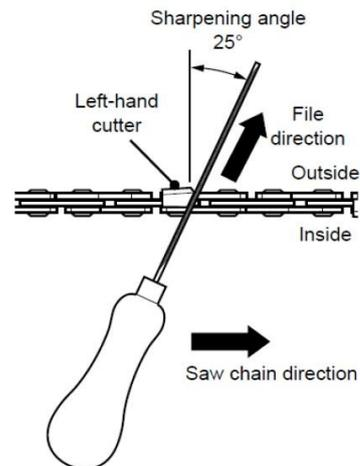

Figura 20
5. Afie cada dente igualmente usando o mesmo número de lixadas. Ver Figura 20, à direita.